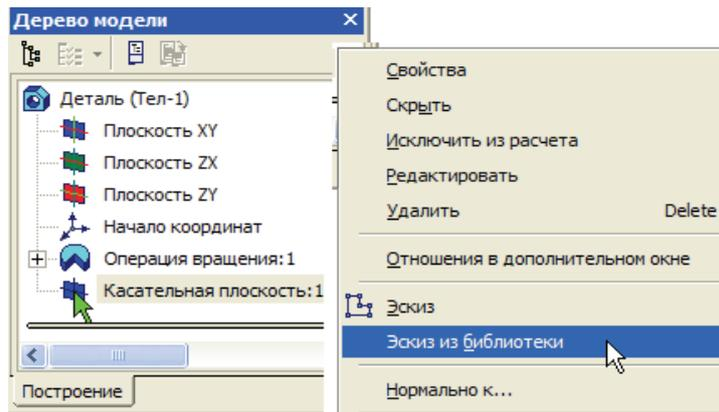

Рис. 7.12
- В **Дереве модели** щелкните правой клавишей мыши на элементе **Касательная плоскость:1** и выполните из контекстного меню команду **Эскиз из библиотеки** (рис. 7.12).